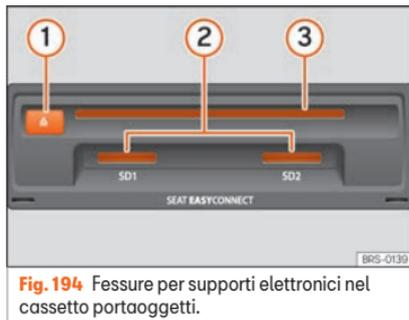

Fig. 194 Fessure per supporti elettronici nel cassetto portaoggetti.
- Il CD va inserito nell'apposita fessura » fig. 194 **(3)** fino al punto in cui scatta il meccanismo di auto-introduzione.
Inserire la scheda di memoria compatibile con l'angolo smussato in avanti e la scritta verso l'alto (i contatti verso il basso) nello slot » fig. 194 **(2)** o » fig. 171 **(9)**. Quando è inserita completamente, la scheda deve compiere uno scatto.